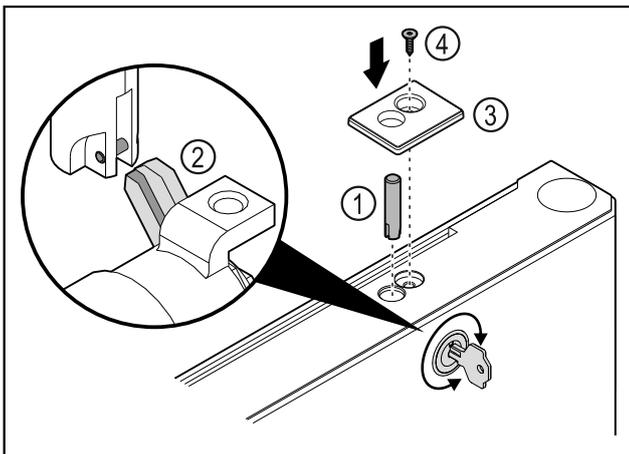

Fig. 46
- ▶ 插入锁销 Fig. 46 (1)。
- ▶ 轻轻转动锁，让锁销 Fig. 46 (2)卡入到锁的槽口中。
- ▶ 装入盖板 Fig. 46 (3)。
- ▶ 插入螺栓 Fig. 46 (4)。